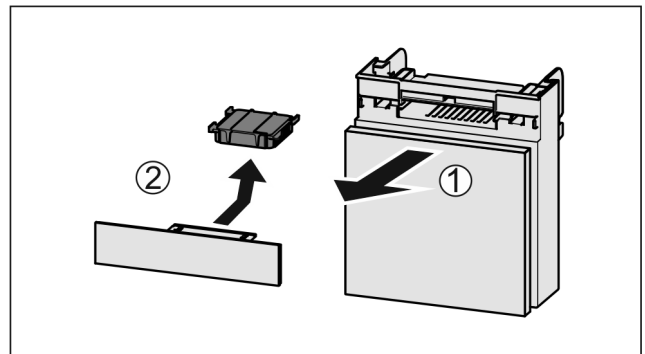

Fig. 189
- ▶ Fach nach vorne herausziehen Fig. 189 (1).
- ▶ Aktivkohlefilter entnehmen Fig. 189 (2).